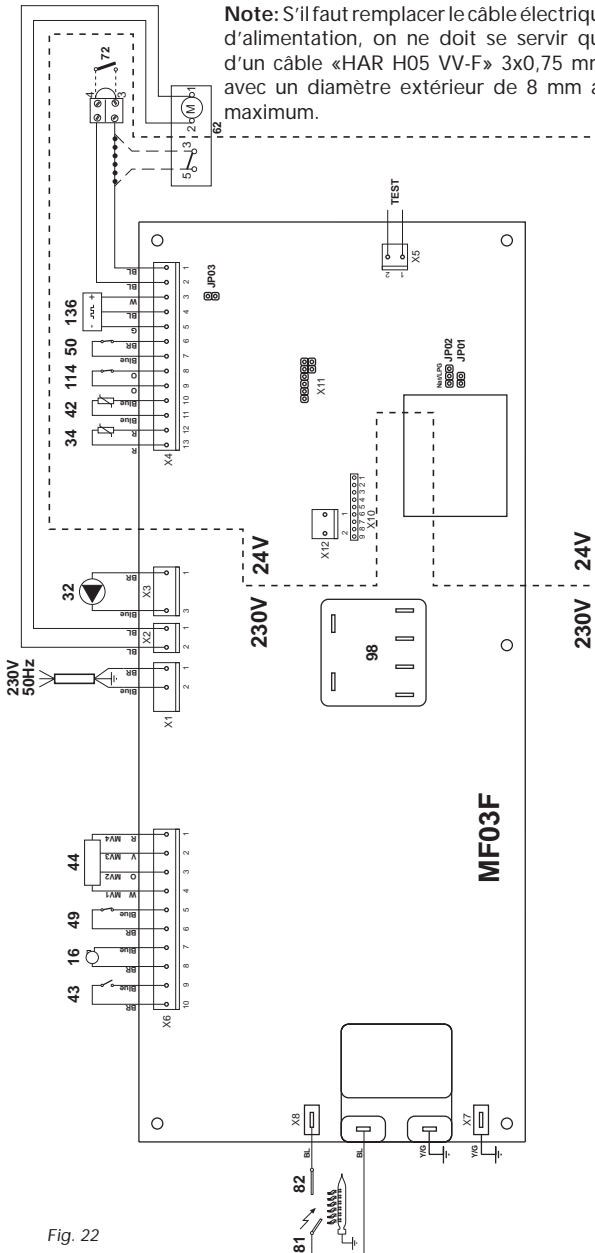

Fig. 22
Brancher le thermostat (72) comme cela est indiqué sur la figure 22.